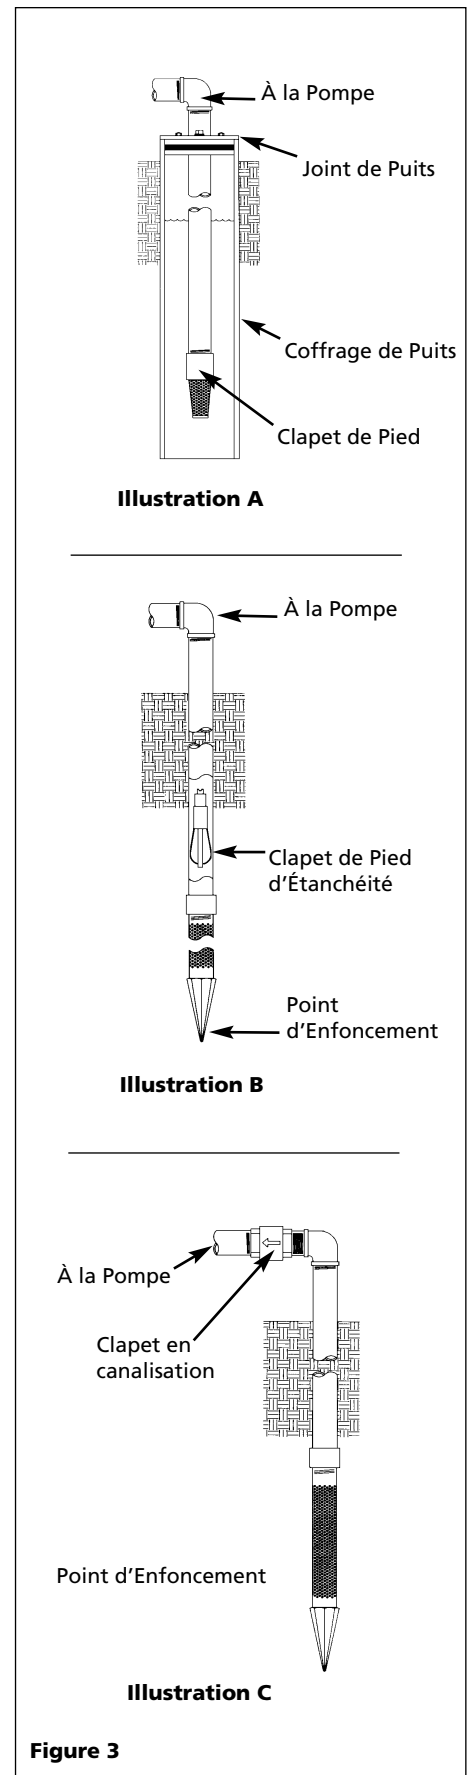

Figure 3
Un montage de pompe à jet pour puits de surface peut être utilisé avec la pompe pour puits profond si la pompe est située 7,62 m au vertical du niveau d'eau. Les installations pour puits de surface ont seulement un tuyau entre la pompe et la source d'eau (Figure 3).
1. Installer un clapet de pied sur la première section de tuyau (Figure 3, Illustration A).
REMARQUE: Un clapet de pied d'étanchéité peut être installé dans le puits (Figure 3, Illustration B). Ce type de clapet de pied permet que le puits se remplisse d'eau pendant l'amorçage et facilite la recherche des fuites. Respectez les instructions du fabricant pendant l'installation du clapet de pied d'étanchéité.
Alternativement, un clapet en canalisation peut être utilisé avec un puits creusé (Figure 3, Illustration C). Le tuyau entre le clapet et le niveau d'eau sera toujours à vide.